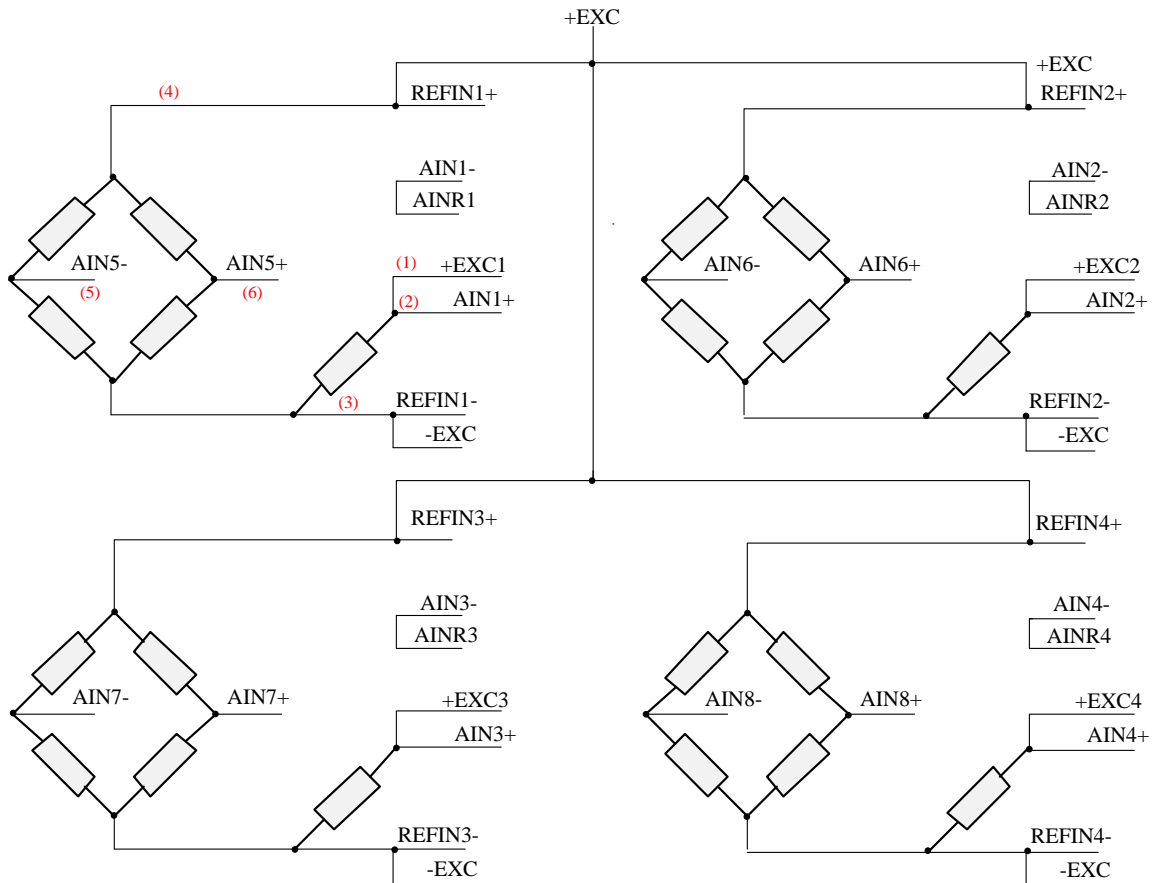

Рис. 7-12. LTR212M-1. Четвертьмосты и полные мосты (8-канальный режим)
В 8-канальном режиме модуль LTR212M-1 может работать по смешанной схеме подключения – до 4-х четвертьмостов и до 4-х полных мостов, как это показано на рис. 7-12. Для примера, 6 проводов кабеля, идущих до одного из мостов (каналы 1 и 5), обозначены (1), (2), (3), (4), (5), (6). Все остальные цепи подключения каждого канала необходимо реализовать короткими перемычками на кабельной части разъёма LTR212M-1.
Внимание! В схеме подключения рис. 7-12 отсутствует какая-либо компенсация влияния длин проводов на результаты измерений. Поэтому эта схема практически пригодна только для очень коротких кабелей.